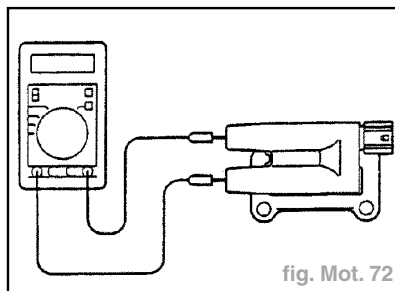

fig. Mot. 72
- Mesure de la résistance de la bobine secondaire (fig. Mot. 72). Mesurer la résistance entre les bornes de haute tension pour chaque cylindre (N°1-N°4, N°2-N°5, N°3-N°6) comme montré sur l'illustration.